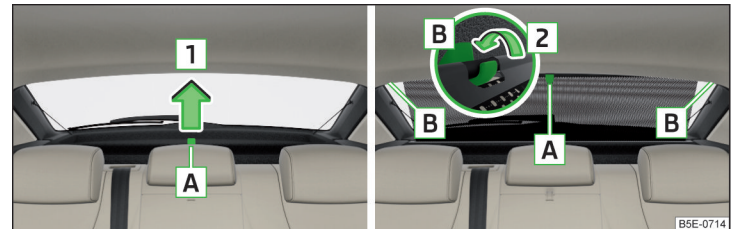

Abb. 78 Sonnenschutzrollo
- Zum **Ablenden** das Rollo am Griff **A** in Pfeilrichtung **1** herausziehen und in die magnetischen Halter **B** in Pfeilrichtung **2** einhängen » Abb. 78.
- Zum **Einrollen** das Rollo am Griff **A** greifen und aus den Haltern **B** entgegen der Pfeilrichtung **2** herausnehmen » Abb. 78. Das Rollo so halten, dass dieses langsam und ohne Beschädigung einrollen kann.